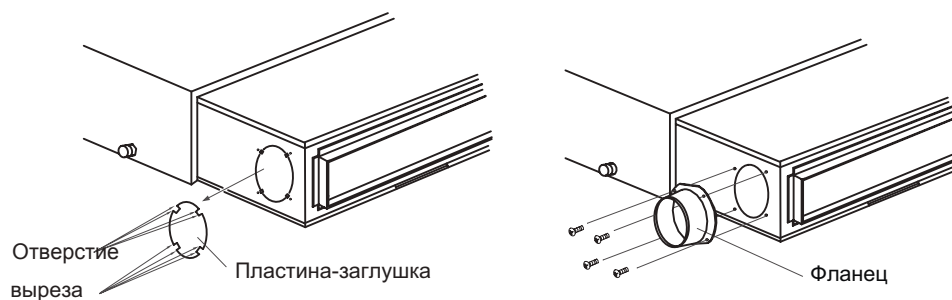

Рис. 11.12.
11.2.6. Установка круглого воздуховода притока свежего воздуха (рис. 11.12).